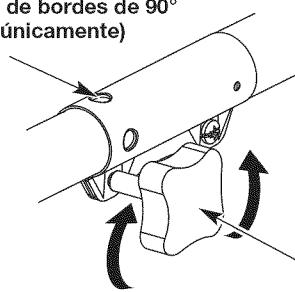
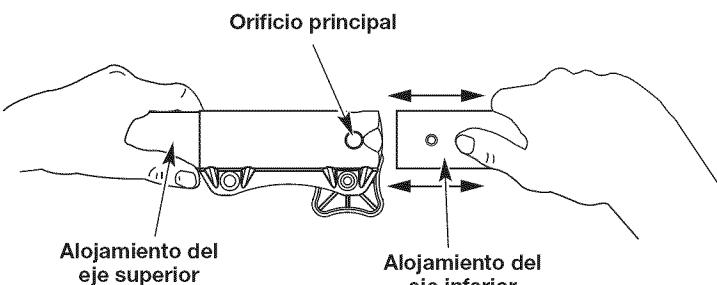

Fig. 2
Fig. 4
1. Gire la perilla en el sentido contrario a las agujas del reloj para aflojarla (Fig. 2).
2. Mientras sujetas con firmeza el accesorio, empújelo en línea recta dentro del acoplador hasta que el botón de liberación entre a presión y quede firme dentro del orificio principal (Fig. 4).
3. Gire la perilla en el sentido de las agujas del reloj para ajustar (Fig. 2).
PRECAUCIÓN: Antes de utilizar esta unidad, asegúrese de que el botón de liberación entre a presión completamente dentro del orificio principal (Fig. 4) y que la perilla (Fig. 2) quede bien ajustada.
Para un reborde decorativo con un accesorio de recorte, trabe el botón de liberación en el orificio de recorte de bordes de 90° (Fig. 2).
3. Mientras sujetas firmemente el alojamiento del eje superior, tire del accesorio de manera recta para sacarlo del acoplador (Fig. 4).